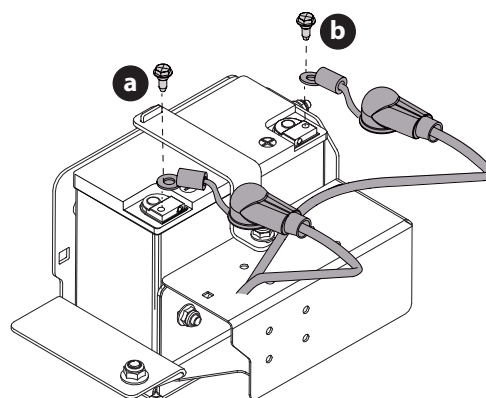

Fig. 36
- Retire el tornillo hexagonal que fija el conductor negativo negro (a) de la batería al borne negativo de la batería (marcado 'NEG'). Aleje el cable del contacto negativo de la batería (Fig. 36).
3. Retire el tornillo hexagonal que fija el conductor positivo rojo (b) de la batería al borne positivo de la batería (marcado POS). Aleje el cable del borne positivo de la batería (Fig. 36 a la página 67).